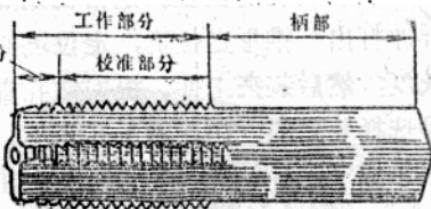

图 9-8 丝锥
(1) 丝锥由工作部分和柄部组成，如图 9-8 所示。工作部分包括切削部分和校准部分。切削部分是指工作部分前端的几个刀齿。校准部分具有完整的牙型，用来校准和修光切出的螺纹，并引导丝锥沿轴向前进。柄部有方榫，用来传递绞杠的扭矩。